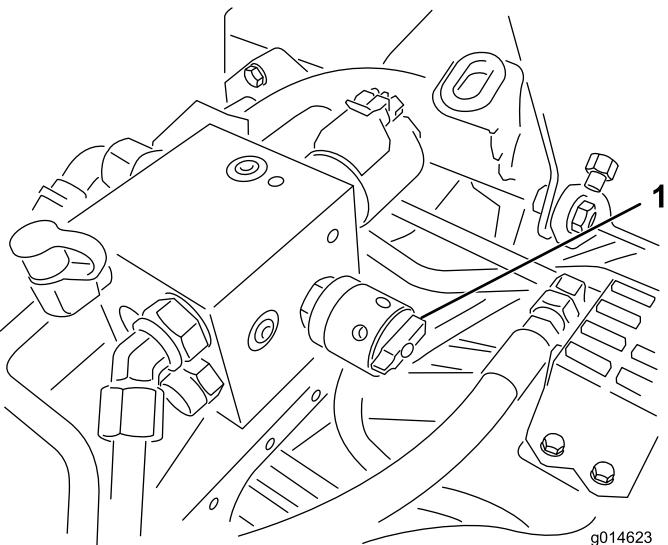

Рисунок 39
4. Для настройки частоты вращения барабана поворачивайте головку (Рисунок 39), пока стрелки указателя не совместятся с числом, обозначающим требуемую настройку.